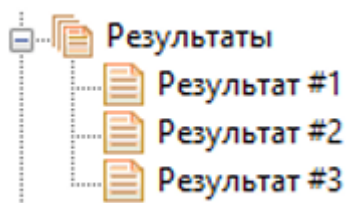

Рисунок 16
17. Элементы «Результат#N» применяются для вычисления интегральных величин. В дереве проекта они располагаются в папке «Результаты» (рис.16)